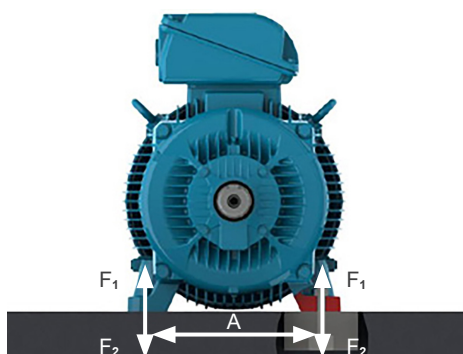

Figura 6.3: Motor instalado sobre base de concreto
Os esforços do motor sobre a fundação podem ser calculados pelas equações (ver Figura 6.3 na página 203):
- Bases de concreto: mais recomendadas e usuais para os motores de grande porte (ver Figura 6.3 na página 203).